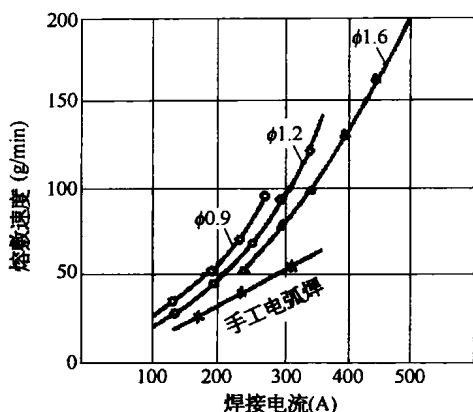
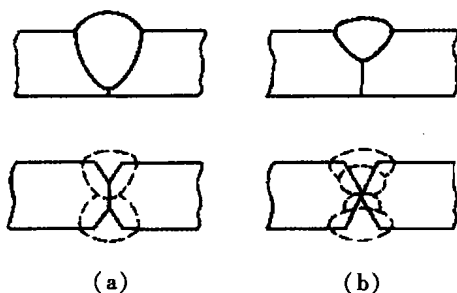

图 1-4 焊接电流对熔敷速度的影响
图 1-5 CO₂ 气体保护焊与手工电弧焊坡口比较
(1) CO₂ 气体保护焊采用的电流密度比手工电弧焊大得多,见表 1-1。由表 1-1 可以看出, CO₂ 气体保护焊采用的电流密度通常为 100 ~ 300 A/mm², 焊丝的熔敷速度高(图 1-4), 母材的熔深大, 对于 10 mm 以下的钢板可以开 I 形坡口一次焊透, 对于厚板可以加大钝边、减小坡口, 以减少填充的金属, 提高焊接效率, 如图 1-5 所示。